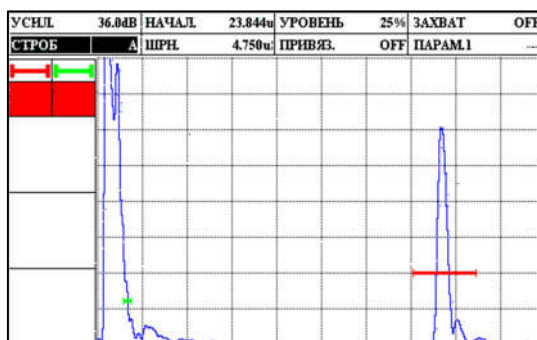

Рисунок 2.22 – Выбор стробы
1. Выбрать строб (А или В) для настройки в параметре «СТРОБ» (рис. 2.22). Когда строб выбран дальнейшая настройка осуществляется для него.